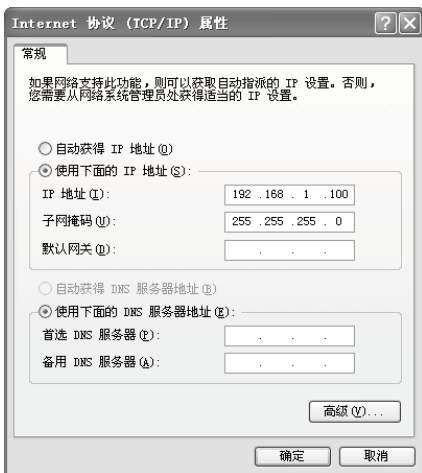

图4-1 本地连接
2. 设置PC本地连接IP地址为192.168.1.X, X为2~252中任意整数,子网掩码为255.255.255.0,如图4-1所示。